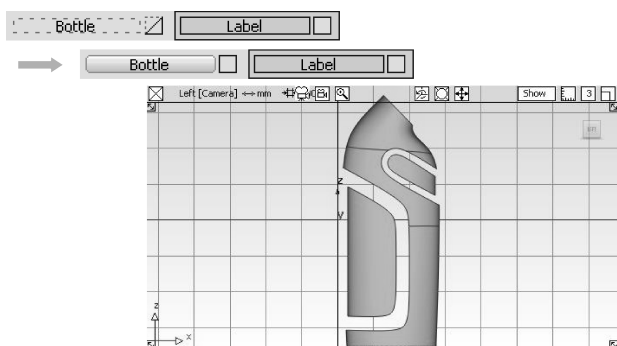

图 4-104 显示【Bottle】层
- 33 在【Label】层处于激活状态下，单击层栏中【Bottle】层右侧的图标，显示该层，如图 4-104 所示。